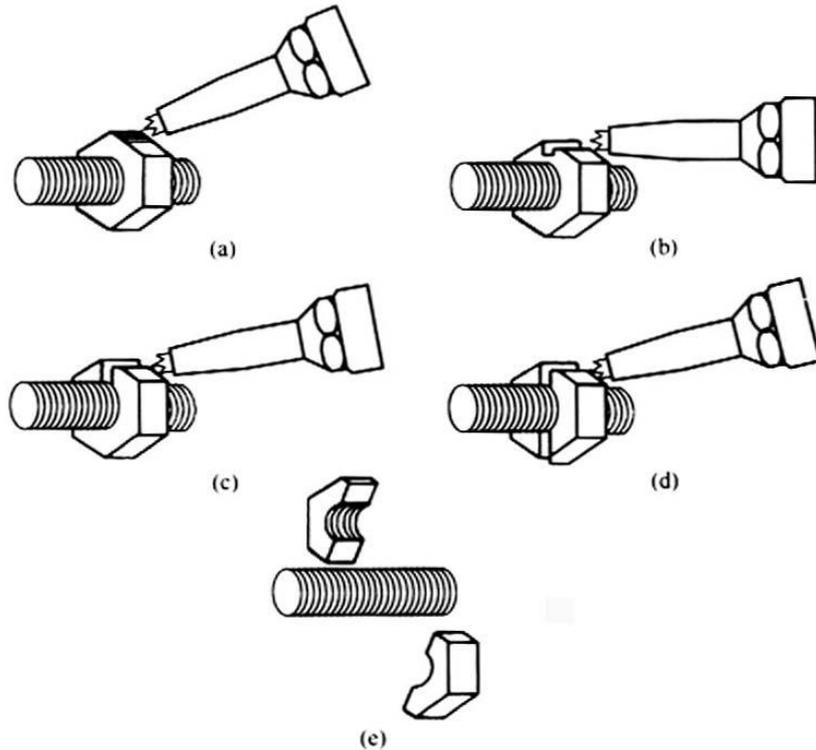

图 111 切割去除卡住的螺母
① 将螺母水平放置，采用最小尺寸的割炬和最小的氧气压力，对六边形螺母的一个棱角进行加热，如图 111(a)所示。
② 当棱角处金属变红时，喷射氧气开始切割。同时，调整割炬的方向使割炬与螺纹线方向平行，可以防止切割火焰破坏螺纹，如图 111(b)。
③ 继续进行切割可以在螺母上形成槽状切口，当恰好切割到螺纹时停止切割。
④ 快速加热并吹走残余的螺母金属。如果螺纹没有被加热到红热状态则不会受到破坏，如图 111(c) 所示。
⑤ 将螺母或螺栓翻转 180°，重复以上步骤，如图 111(d)、(e) 所示